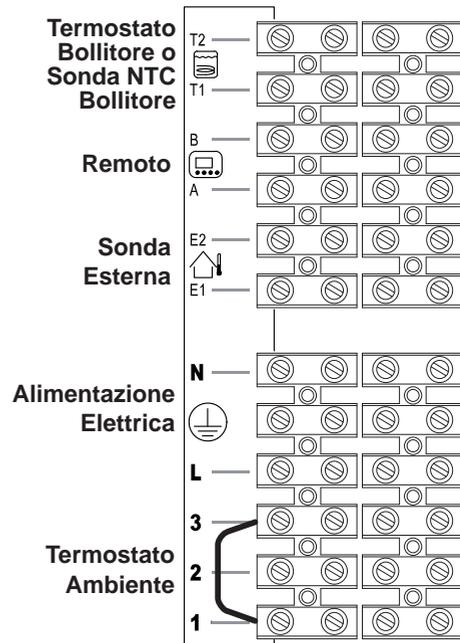

Figura 5.37
- Collegare ai morsetti T1 e T2 della morsettiere i due conduttori elettrici come indicato in Figura 5.37.
Per il collegamento della sonda esterna servirsi dei morsetti indicati in Figura 5.37.
Per il collegamento del remoto servirsi dei morsetti indicati in Figura 5.37.
Il ponticello elettrico collegato nella morsetteria termostato ambiente tra i morsetti "1 e 3" non va rimosso Figura 5.37.